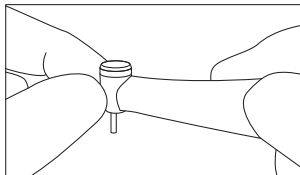

Fig. 5
- 5) Depois de a rotação ter parado completamente, toque na cabeça do instrumento para confirmar que NÃO está demasiado quente (Fig. 5).